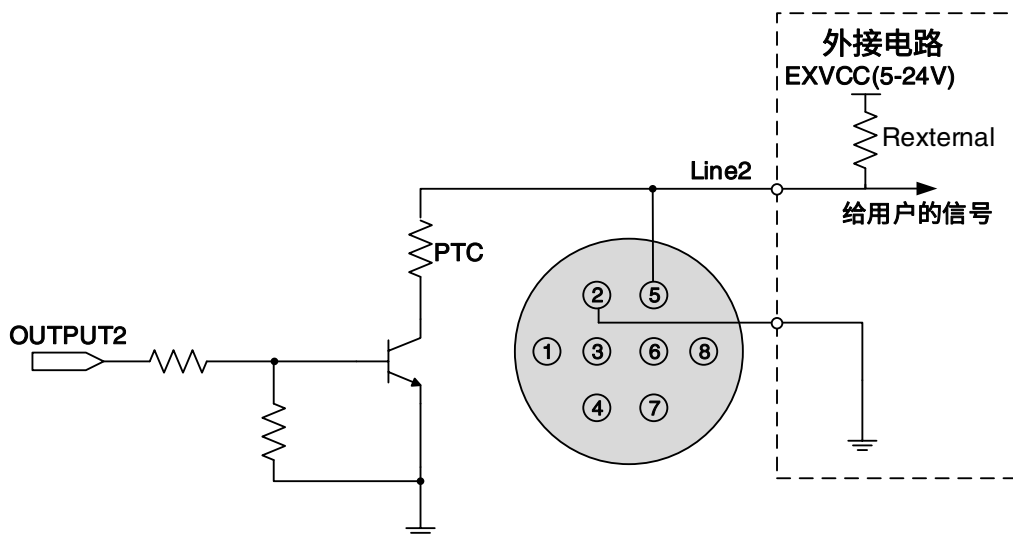

图 7-9 Line2 配置为输出引脚时相机内部等效电路
- Line2/3 配置为输出引脚时, 相机内部等效电路如图 7-9, 以 Line2 为例